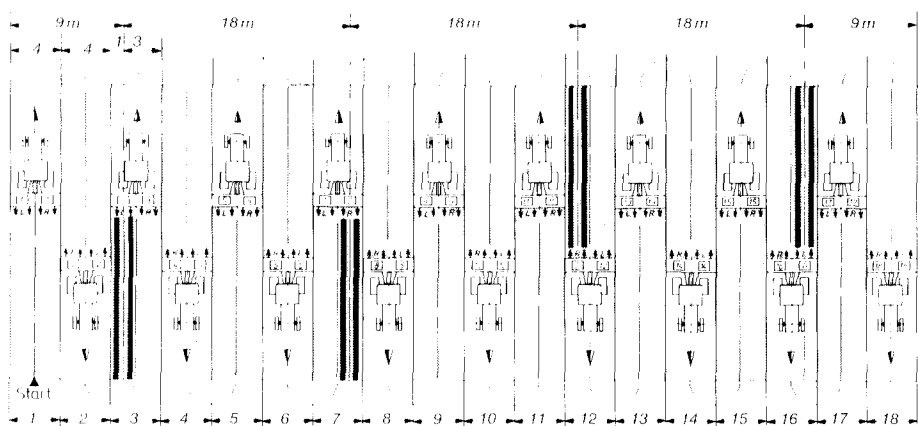

Fig. 74
16.3.1 Køreplan (Fig. 74) for anlægning af 18 m. kørsor med AMAZONE-såmaskinerne D8-40 E med to 18-gange skift.